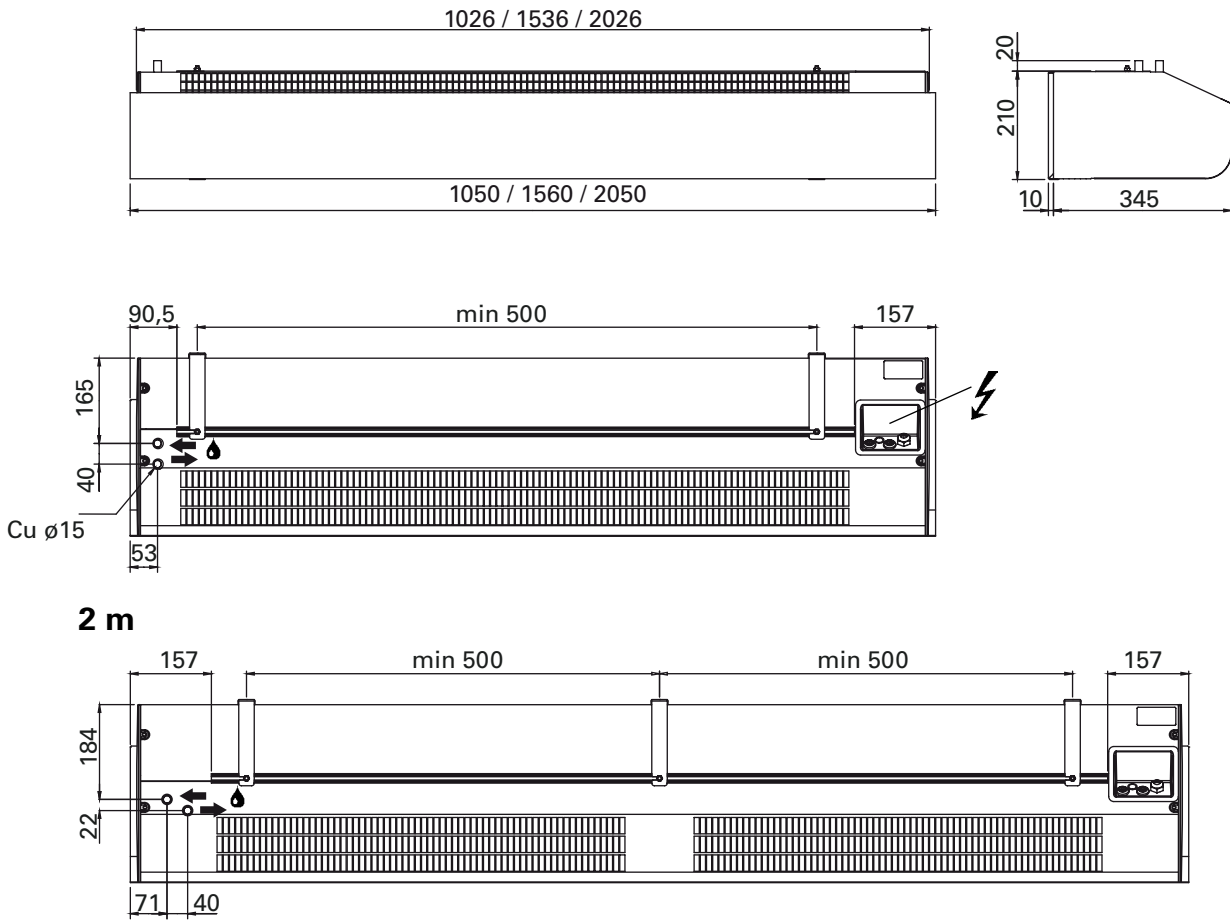

Fig.1
1. Montera konsolerna på väggen, se fig.6A och måttskiss fig.1. Om väggen är ojämn måste konsolerna kompenseras för detta.